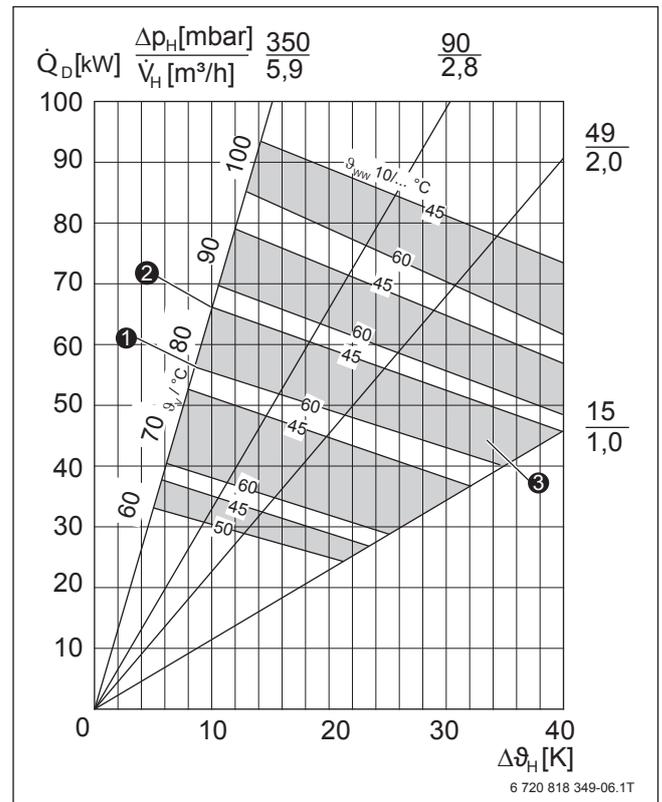

Bild 39 Dauerleistungsbereiche des Speichers Logalux SU500.5 (Vorlage → Bild 73, Seite 103)
Im Dauerleistungsdiagramm ist jeder Vorlauftemperatur ein graues Feld zugeordnet, das nach oben und unten begrenzt ist (→ Bild 39). Zum Beispiel ist das Feld $\vartheta_V = 80\text{ °C}$ ③ von den Kurven $\vartheta_{WW} = 10/45\text{ °C}$ ② und $\vartheta_{WW} = 10/60\text{ °C}$ ① begrenzt.